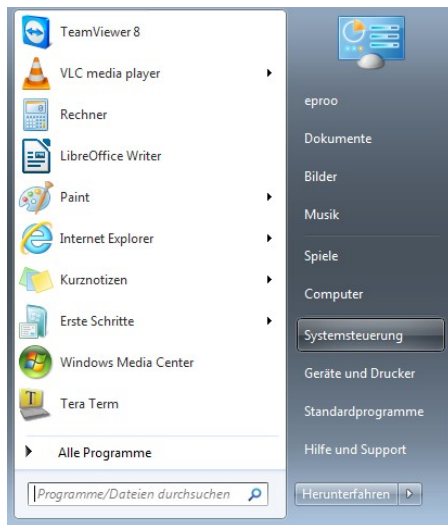

Abbildung 4: Systemsteuerung
1. Klicken Sie auf den Windows Start Button und wählen dort "Systemsteuerung" aus (siehe Abbildung 4)